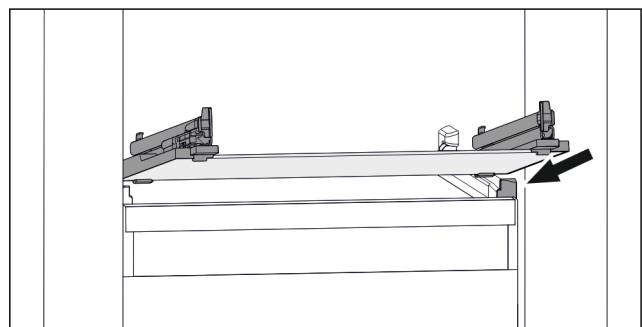

Fig. 89 Beispielhafte Darstellung der Glasplatte
- ▶ Glasplatte schräg hinter den Stopperrahmen aufsetzen. (siehe Fig. 89)